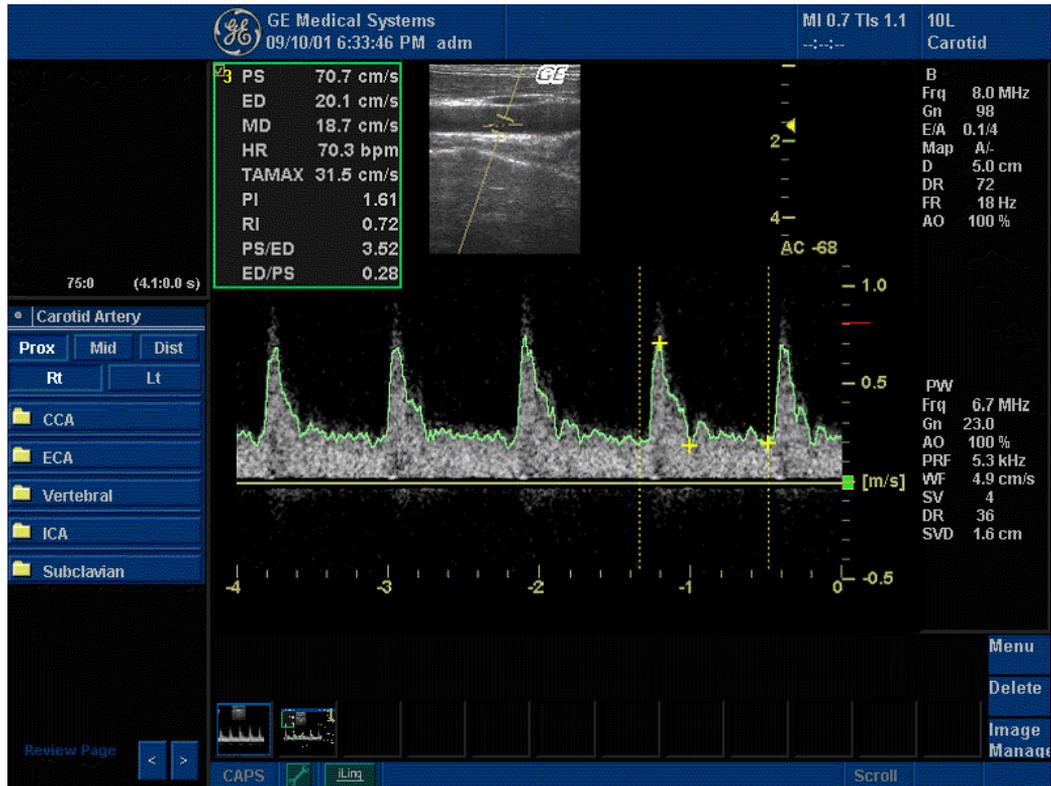

Рис. 11-8. Автоматические сосудистые вычисления
- Система произведет автоматический расчет заданных параметров, как это показано на Рис. 11-8.